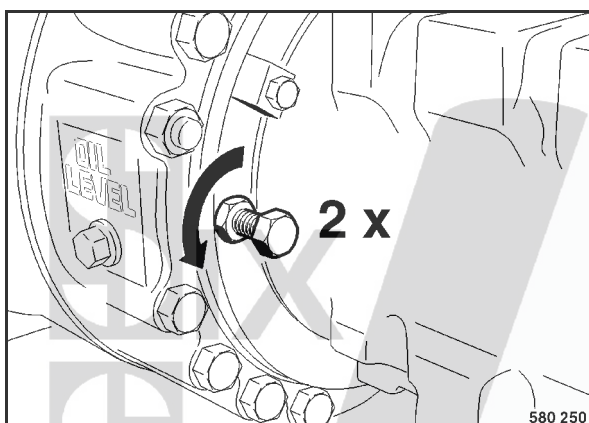

fig. 67
- Dévisser les vis de desserrage du frein (fig. 67) de deux tours et les bloquer avec les contre-écrous.